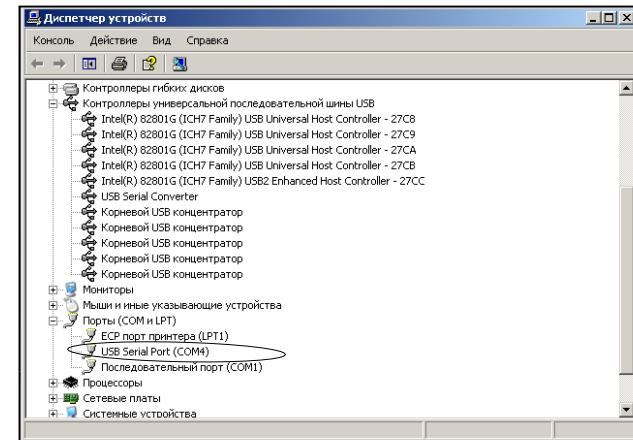

Рис. 3.2
- **Настройки установленного адаптера можно посмотреть в Диспетчере устройств.** (Пуск/ Панель управления/ Система/ Оборудование/Диспетчер устройств). Рис. 3.2